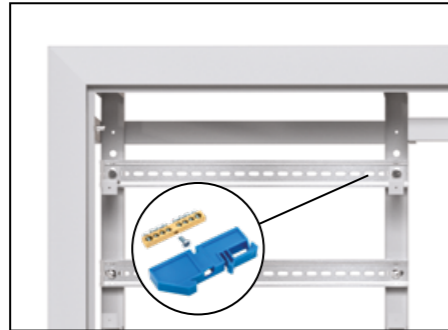

Рис. 13
1.2. Установите и закрепите шину N на изоляторе\* (приобретается отдельно) на месте, указанном на рис. 13.